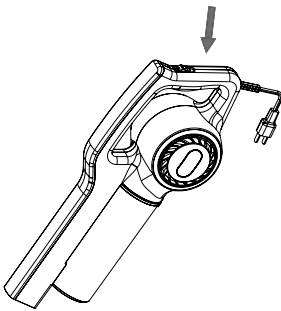

Fig.6
- Desacoplar el depósito polvo del aparato. (Fig.6).
- Desacoplar el depósito de polvo del aparato. (Fig.6).